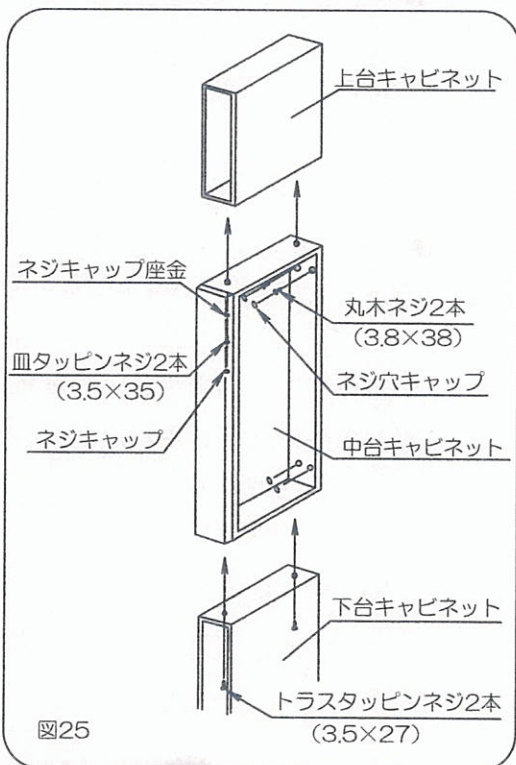

図25
(図25)
6) 中台キャビネットに上台キャビネットをのせ、両キャビネットの前面側面を合わせ中台の天板に加工した下穴からネジ(皿タッピンネジ3.5×35)にネジキャップ座金を通して連結してください。(図25)
1) 所定の位置にキャビネットを設置し、中台キャビネットの後板上方の壁面取付け用下穴よりネジ(丸木ネジ3.8×38)2本で桟木に固定してください。(図25)
2) 中台キャビネットの後板の壁面取付け用下穴にネジ穴キャップをはめ込んでください。(図25)